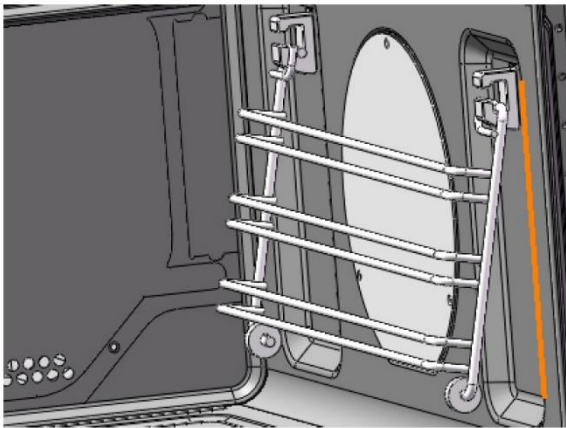

Abb. 3
• Seitliche Hängeeinschübe (Abb. 3)